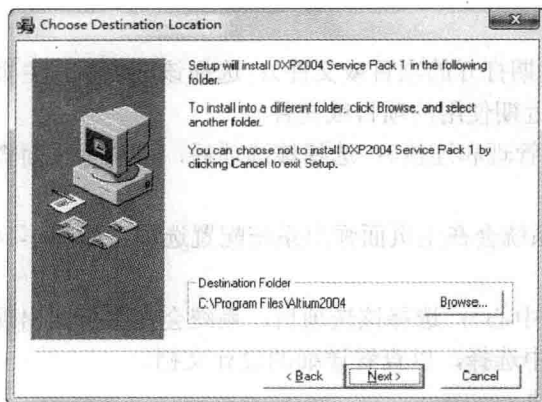
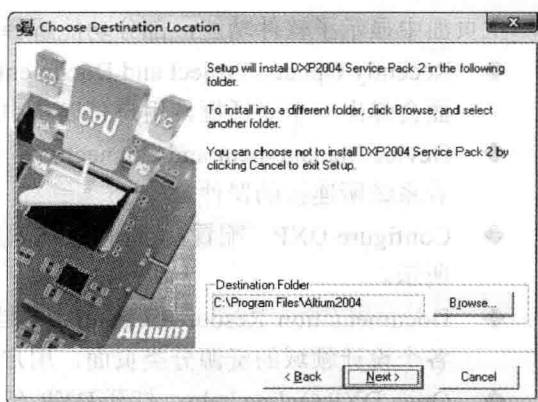
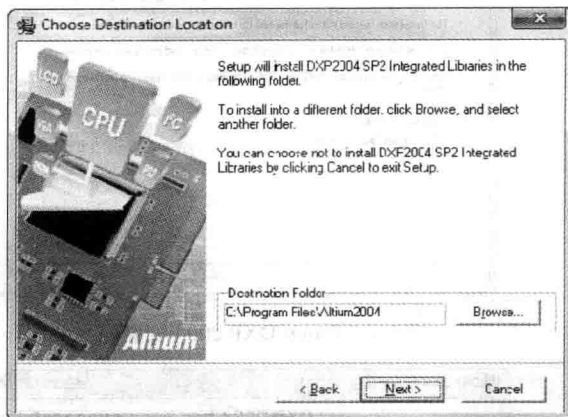

图 1-9 Protel DXP 2004 SP1 安装初始界面
图 1-10 Protel DXP 2004 SP2 安装初始界面
图 1-11 Protel DXP 2004 SP2 Integrated Libraries 安装初始界面
(7) 安装 Protel DXP 2004 的升级包 DXP 2004 SP1、DXP 2004 SP2 和 DXP 2004 SP2 Integrated Libraries，其安装初始界面分别如图 1-9、图 1-10 和图 1-11 所示，与 Setup.exe 相似。